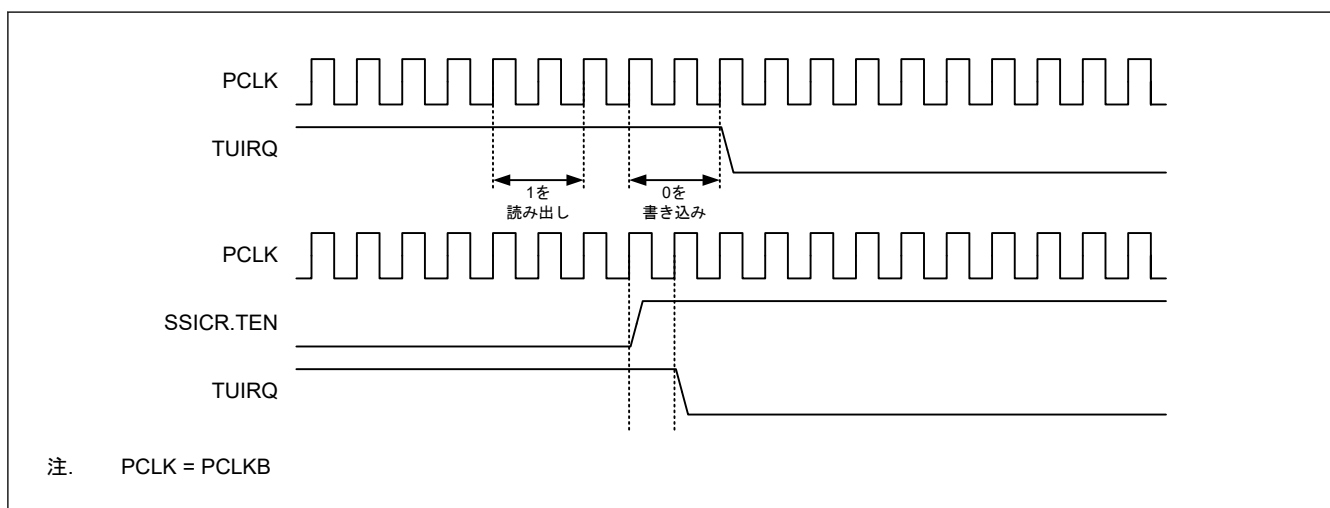

図 32.18 TUIRQ クリアタイミング
1. このビットから 1 を読み出したあとに 0 を書き込んだとき (図 32.18 のタイミングと同じ)